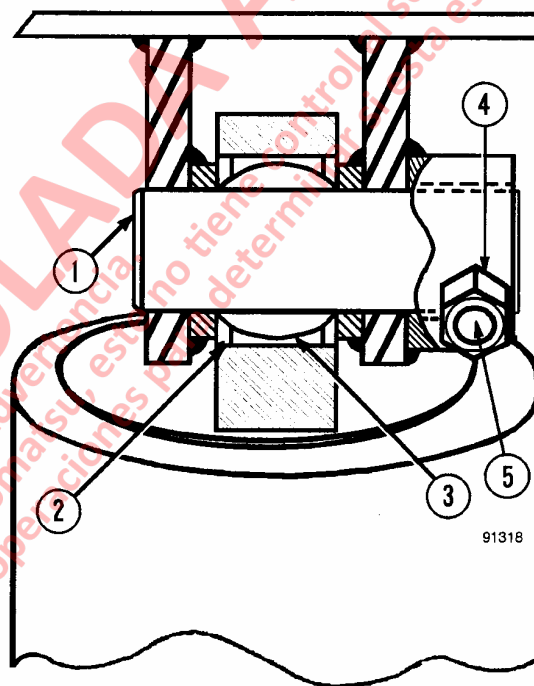

FIGURA 8-17. MONTAJE SUPERIOR DEL CILINDRO DE ELEVACIÓN
4. En el montaje superior, saque la tuerca de bloqueo (4, Figura 8-17) y el perno (5). Use una palanca de bronce y un martillo para sacar el pasador (1) de la cavidad del soporte de montaje.
2. Monte la placa de retén (3), la placa de bloqueo (2) y los pernos. Apriete los pernos con un torque de **298 N.m (220 ft. lbs.)**. Doble las aletas de la placa de bloqueo sobre los planos de los pernos.
3. Alinee la argolla del rodamiento del cilindro de elevación superior con la cavidad del soporte de montaje superior. Consulte la Figura 8-17.
4. Alinee el orificio del perno de retén en el pasador con el orificio del soporte de montaje y monte el pasador. Monte el perno (5) y la tuerca de bloqueo (4). Apriete la tuerca con torque estándar.